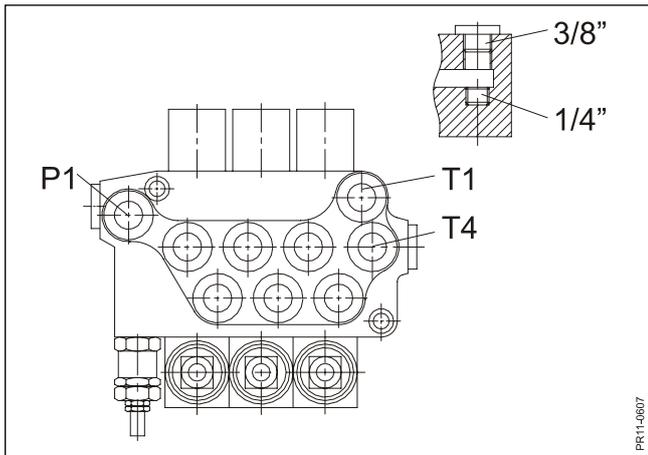

Fig. 4.5
- Fig. 4.5** Si vous utilisez l'hydraulique d'un tracteur John Deere, il faut fermer T1 avec un bouchon 1/4" et un bouchon 3/8".